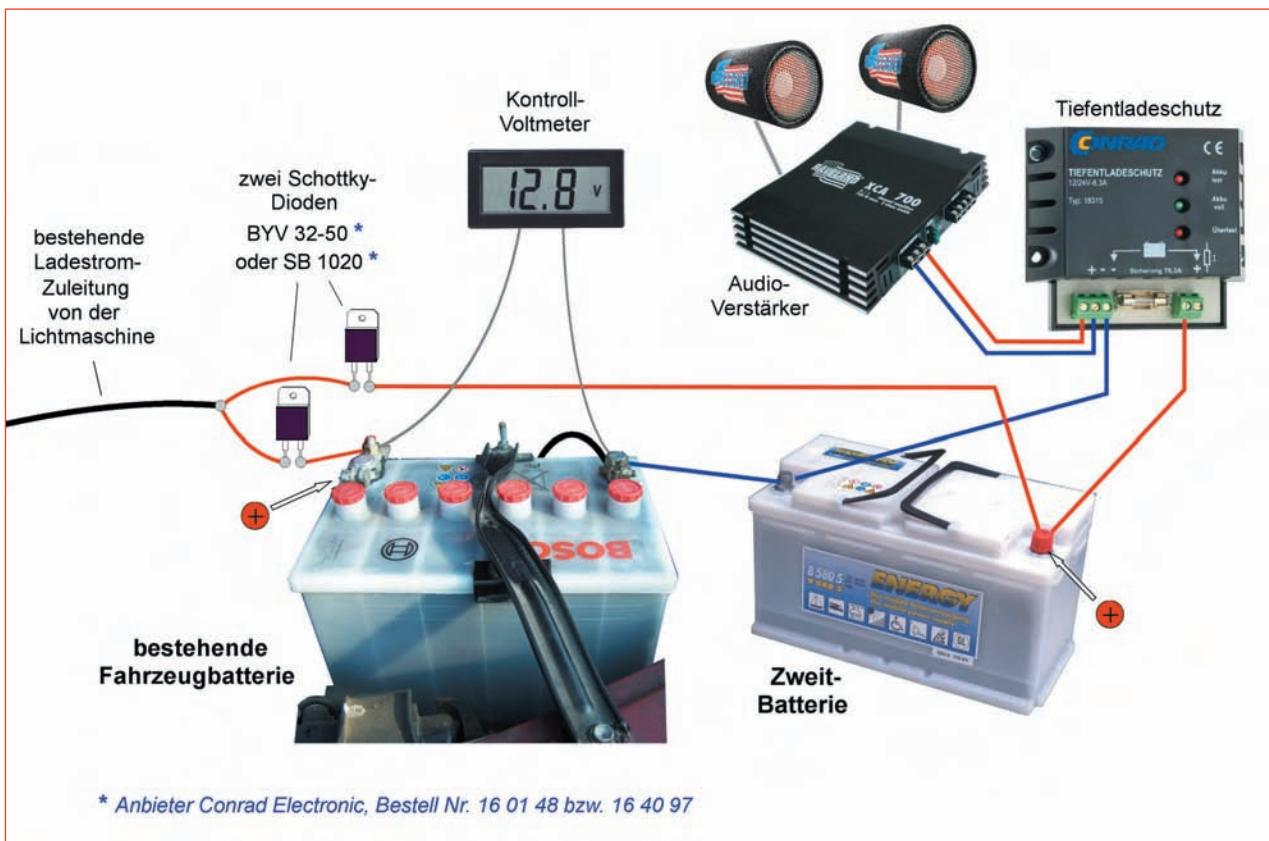

Abb. 12.3 – Zweitbatterie im Auto.
Ähnlich dem angesprochenen Audioverstärker zehren auch diverse weitere Verbraucher von einer Autobatterie. Zuverlässige Abhilfe bietet in solchen Fällen eine Zweitbatterie, die nach Abb. 12.3 einen zusätzlichen Tiefentladeschutz erhalten sollte.
- a) Zwei Schottky-Dioden (Schottky-Dioden) müssen die eigentliche Fahrzeughbatterie nach Abb. 12.3 vor dem Entladen durch die weiteren Verbraucher schützen.